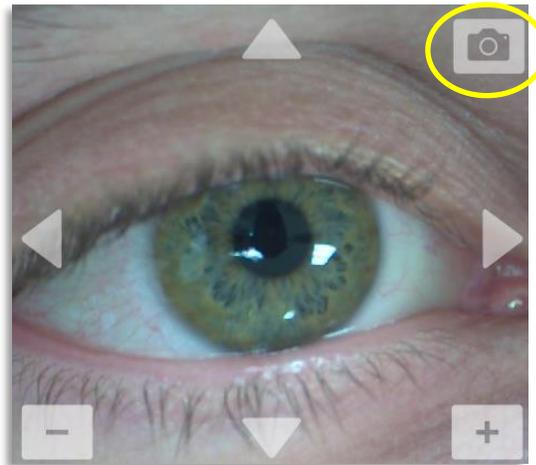

Figure 3-31. Capture d'images
- Pour capturer une image, sélectionnez le bouton de l'appareil photo dans le coin supérieur droit de l'image, comme illustré à la figure 3-31.